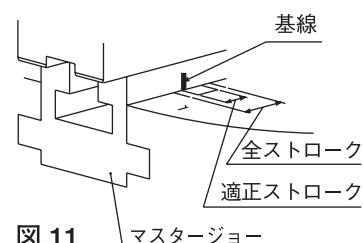

図11
- 図11に示すように、No.1マスタジョー横面の基線マークが全ストローク範囲内にあることを確認すること。作業前あるいはグリース給油時等、1日に一度以上ジョーをフルストロークさせて確認すること。ドローナットが緩んだりして全ストローク範囲から外れると、工作物を把握していないことがあり、工作物が飛散して危険。